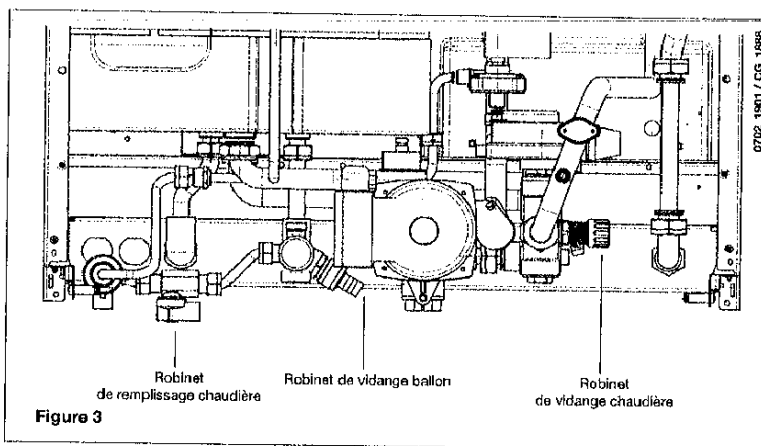

Figure 3
**IMPORTANT :** Vérifier régulièrement que la pression, lue sur le manomètre (Figure 3) varie entre 0,7 - 1,5 bar lorsque le circuit est froid. En cas de surpression, agir sur le robinet de vidange de la chaudière; si elle est inférieure, agir sur le robinet de remplissage de la chaudière (figure 3).